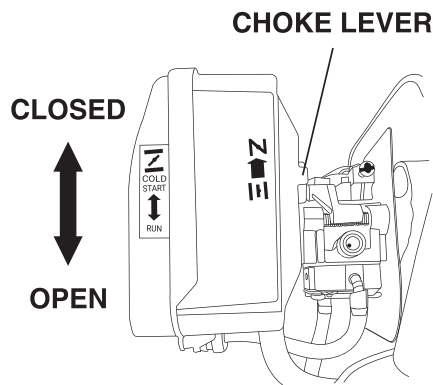

Figure 1
5.1.1 Pour démarrer un moteur froid, placez le levier d'étranglement (Figure 1) en position FERMÉE. Si vous redémarrez un moteur chaud, laissez le levier d'étranglement en position OUVERTE.